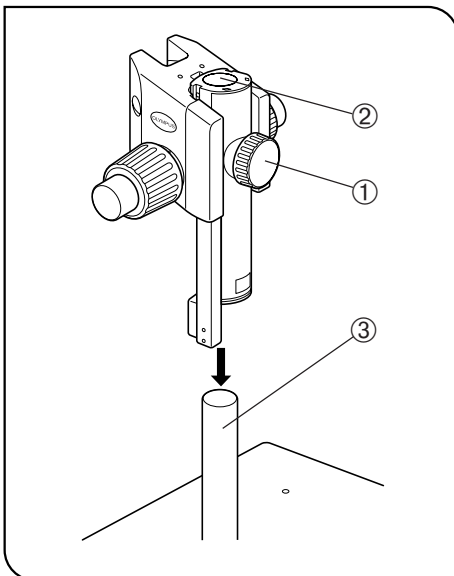

Abb. 5
### 2 Montieren der Fokussiereinrichtung (Abb. 5, 6)
1. Die Feststellschraube der Fokussiereinrichtung ① vollständig lösen. Die Fokussiereinrichtung mit beiden Händen festhalten und die Säule ③ in die Aufnahme ② einführen. (Abb. 5)
2. Die Fokussiereinrichtung bis zum Anschlag einführen und anschließend mit der Feststellschraube des Mikroskopstativs ① sichern. (Abb. 5)